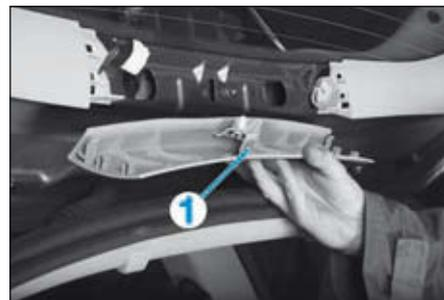

FIG.91
- Dégrafer et déposer la garniture (1) (Fig.91).